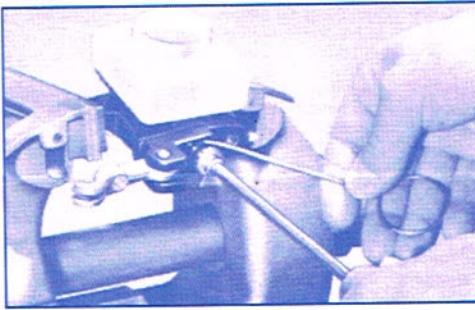

Fig. 3
- Sekundärmanschette (9) in die Nut des Kolbens montieren, dabei auf einwandfreien Sitz der Manschette und richtige Lage der Manschettenlippe achten (siehe Schnittzeichnung).
- In folgender Anordnung: Füllscheibe (7), Primärmanschette (6), Stützring (5) und Federteller (4) auf den Kolbenbasen zu stecken (siehe Schnittzeichnung).
- Zuerst Druckfeder (3), dann Kolben (8) vorsichtig in die Zylinderbohrung einführen; dabei die Manschetten mit einer Montagengabel umfahren, damit keine Manschetten Beschädigungen entstehen können (Fig. 3).
- Mit einem abgerundeten Dorn Kolben niederdrücken und den Sicherungsring (10) in die Gehäusenut montieren.